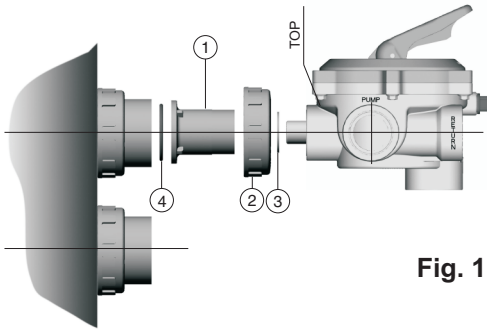

Fig. 1
- Terminer de fermer la vanne en utilisant les vis et boulons. (voir fig. 1).
- Montar la tapa posicionandola de forma que coincidan las marcas (Tapa-cuerpo, ver fig.1).
- Terminar de cerrar la válvula utilizando los tornillos y tuercas (ver fig.1).
1. Visser le manchon (1) sur la vanne multivoie à la sortie qui indique TOP, en plaçant le joint plat (3) et l'écrou (2) selon figure 1. Serrer le manchon (1) fermement pour assurer une parfaite étanchéité.